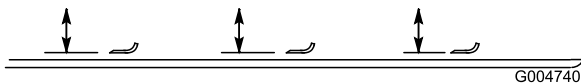

図 98
- デッキの天井から各ブレードの前端の刃先までの距離を測る 図 98。